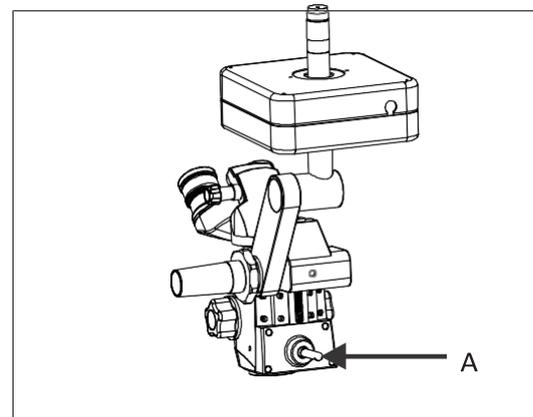

Fig. 6
- Insérez le guide lumineux dans le réceptacle du microscope jusqu'à ce qu'il s'enclenche en position, comme indiqué en A sur la fig. 6.